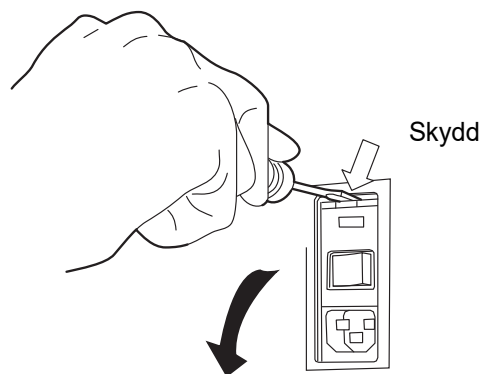

Bild 4-30 Avlägsna säkringsskyddet
4. Använd en liten skruvmejsel nr 1 med platt blad och bänd försiktigt upp skyddet över strömmodulen (Bild 4-30).